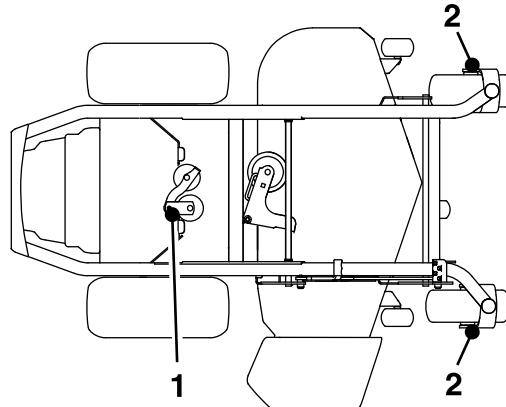

Рисунок 39
4. Змастіть поворотний шарнір насоса та 1 або 2 масильні насоси (Рисунок 39).
5. Змастіть передні осі коліс (Рисунок 39).